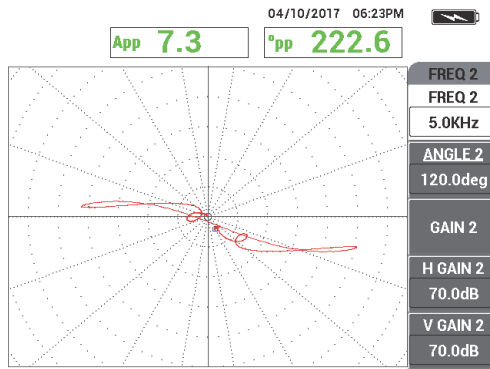

図 5-165 サポートリングの周波数 2 スキャン信号
5. 満足できる信号を入手したら、フリーズキーを押して (✳) 信号の取得を有効にします (247 ページの図 5-165 参照)。